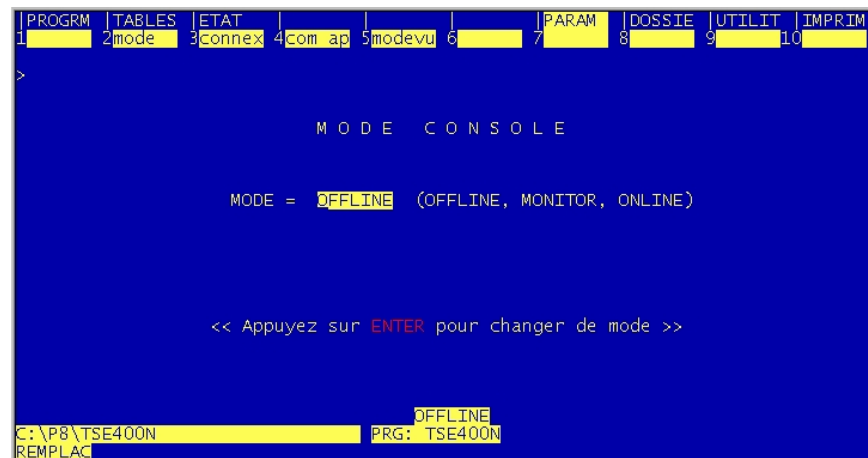

Figura 6.8. Modo software.
- **F2:** Con esta opción se puede colocar el software en modo: ONLINE, MONITOR u OFFLINE, como se muestra en la figura 6.8.